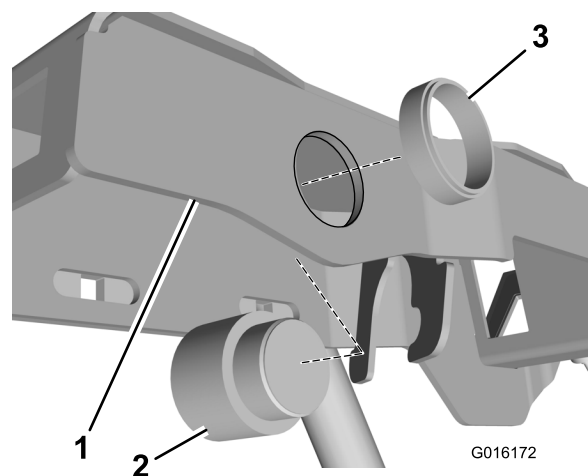

Bild 1
- Befestigen Sie den akustischen Alarm im Rahmen des Armaturenblettarms (Bild 1).